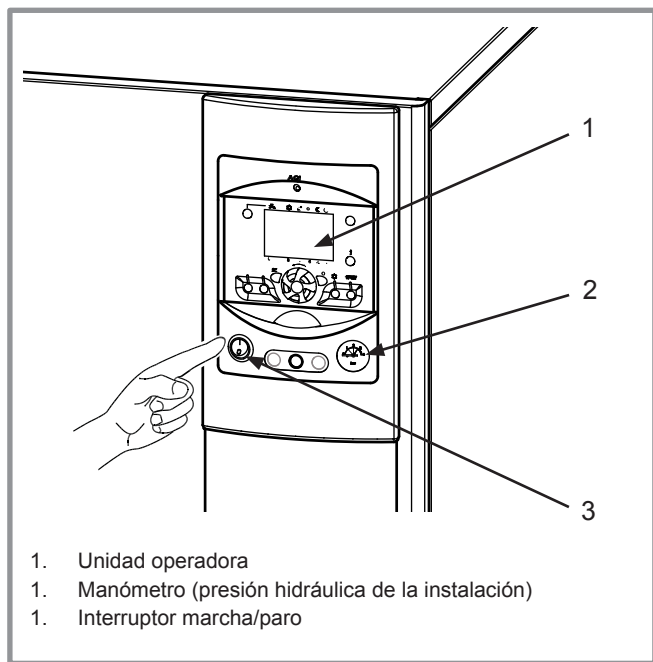

figura 5 - Puesta en marcha
- Asegurarse de que la instalación este bien llena de agua y debidamente purgada y de que la presión en el manómetro (Núm. 2, figura 5) sea suficiente (entre 1,5 y 2 bar).